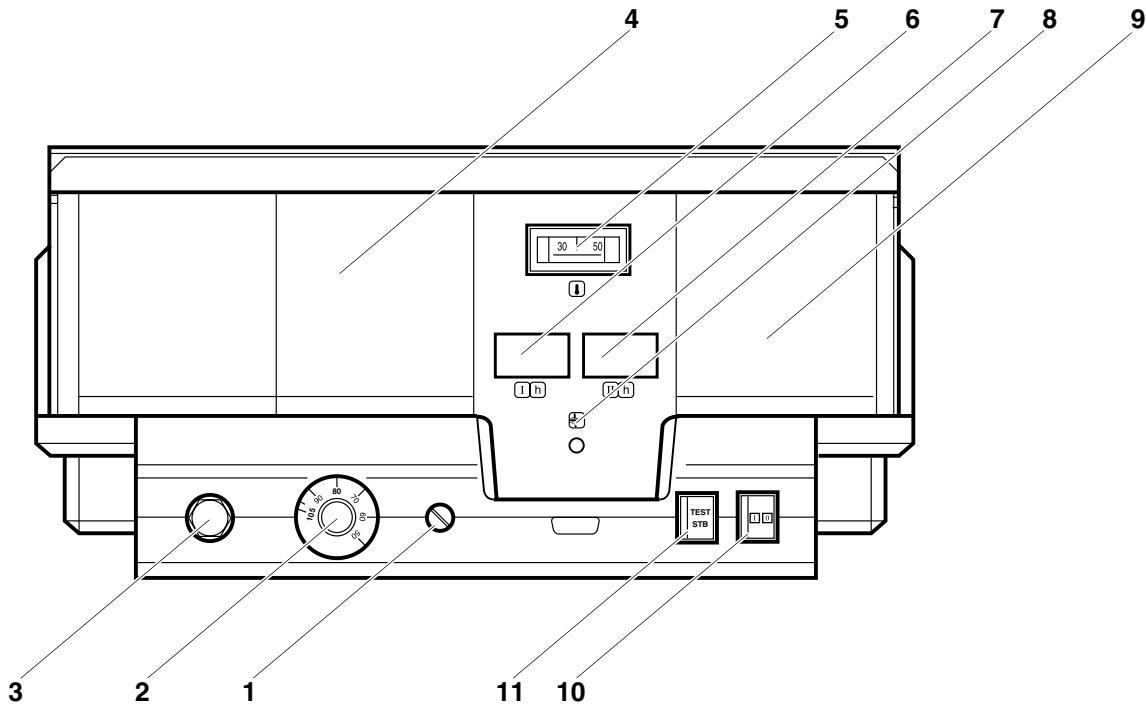
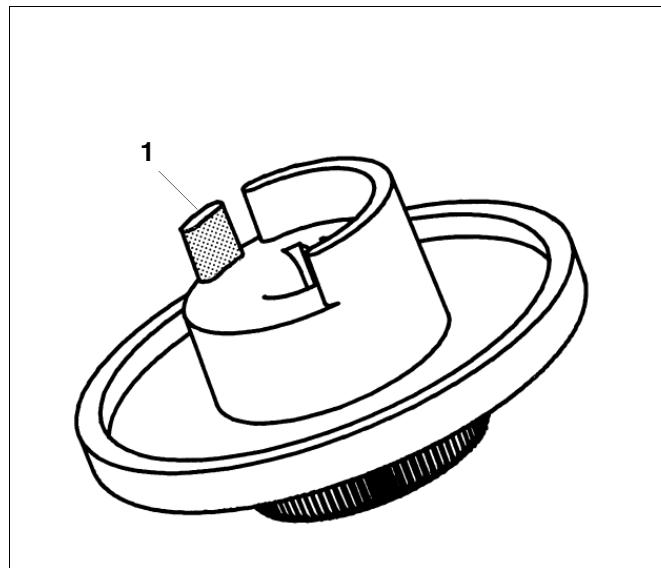

Рис. 1 Элементы управления Logamatic 4212
Рис. 5 Ручка настройки
Экспликация к рис. 1
Если котел имеет котловой модуль ZM 427 или внешнее регулирование, то регулятор температуры котловой воды (рис. 1, **поз. 2**) должен быть настроен минимум на 80 °C.
Регулятор температуры котловой воды (рис. 1, **поз. 2**) представляет собой двухполосный регулятор для эксплуатации с 2-ступенчатой горелкой. Точка включения 2-ой ступени регулятора температуры котловой воды находится примерно на 5 °C ниже 1-ой ступени.
Если светится индикатор неисправности горелки (рис. 1, **поз. 8**), то для устранения неисправности нужно связаться с отопительной фирмой, обслуживающей Вашу установку.
Кнопка STB (рис. 1, поз. 11) предназначена для проверки предохранительного ограничителя температуры (рис. 1, поз. 3) специалистами отопительной фирмы.
- Нажать кнопку STB (рис. 1, поз. 11) и удерживать нажатой до его срабатывания (рис. 1, поз. 3).
- Для разблокировки предохранительного ограничителя температуры (рис. 1, поз. 3) нужно открутить колпачковую гайку и нажать находящуюся под ней кнопку подавления помех.
- Вынуть ручку настройки (рис. 5) регулятора температуры котловой воды (рис. 1, **поз. 2**).
- Отломить стопор (рис. 5, **поз. 1**).
- Вставить на место ручку настройки регулятора (рис. 1, **поз. 2**).